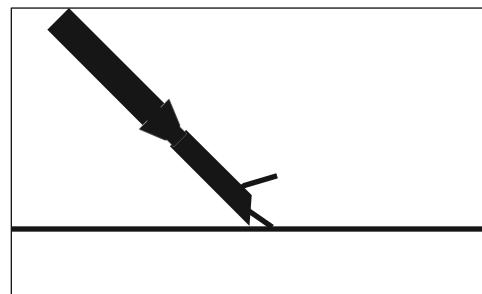
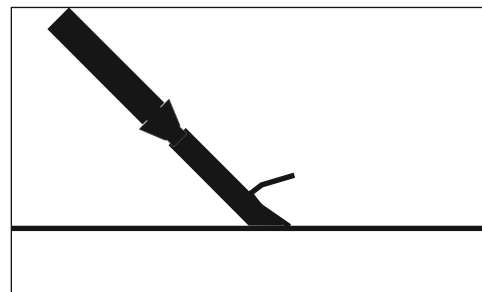

FIG. 3
FIG. 3.1
- Normalement, le biseau de la lame est tourné vers le haut pour le béton (Figure 3) et vers le bas pour le bois (Figure 3.1).